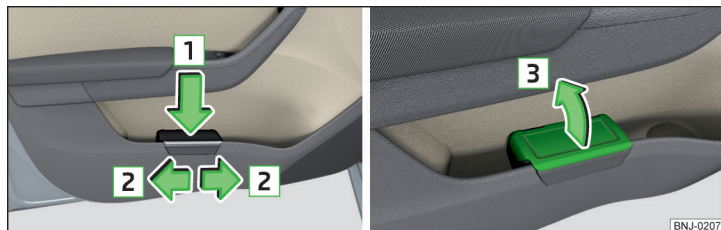

Fig. 78 Affaldsbeholder: Isætning og forskydning / Åbning
- Tryk den bageste del af affaldsbeholderen ned i pilens retning **1** » Fig. 78.
- Tag affaldsbeholderen ud modsat pilens retning **1** » Fig. 78.
- Løft klappen i pilens retning **3** » Fig. 78.